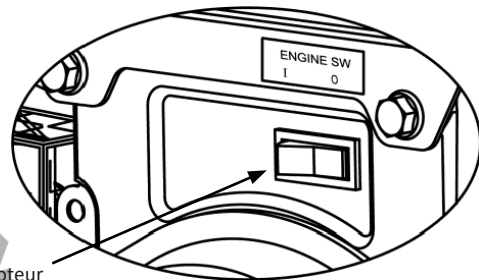

Fig. 4
**Interrupteur du moteur (Fig. 4)**
3. Mettez l'interrupteur du moteur en position "I / ON". (Voir page 21, fig. 4)
Pour arrêter le moteur en cas d'urgence, mettez l'interrupteur du moteur en position "O". (Voir page 21, fig. 4)
2. Mettez l'interrupteur du moteur en position "O/STOP". (Voir page 21, fig. 4)